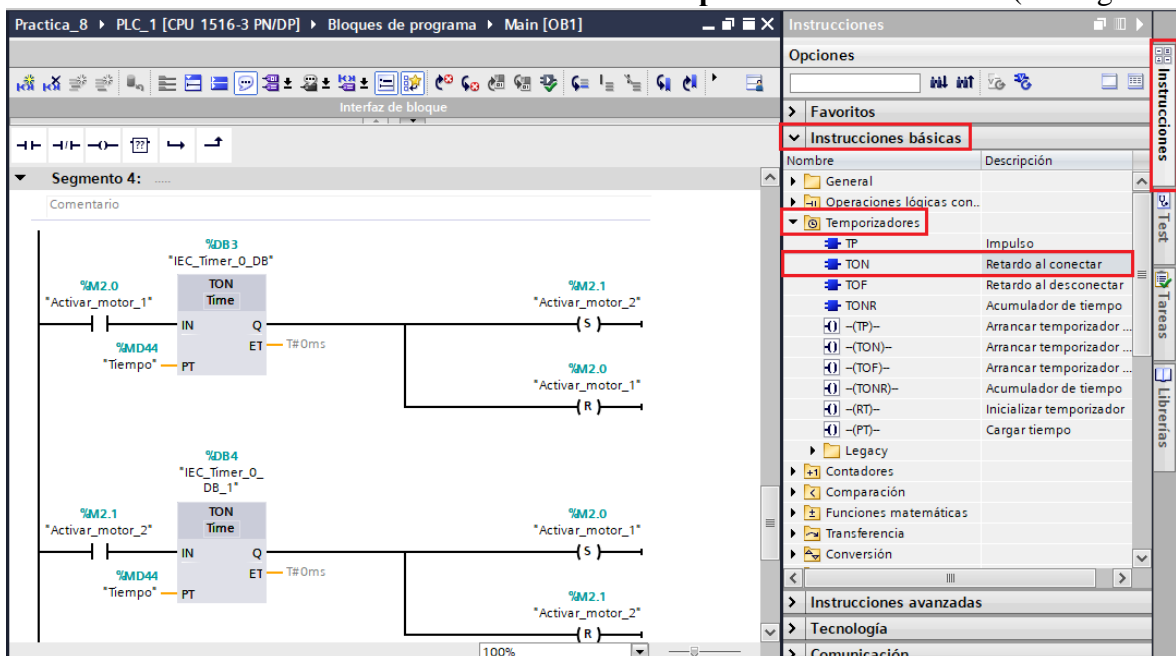

Figura 33. Configuración segmento 4.
- Para el cuarto segmento se configurará el tiempo de encendido de los motores, el tiempo de encendido será el mismo para los dos motores, se usó bloques TON que se ubican en “Instrucciones” / “Instrucciones básicas” / “Temporizadores” / “TON” (ver Figura 33).